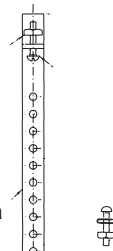

Figura 1
2. Coloque el bulbo remoto en la parte radial de la abrazadera (Figura 1).